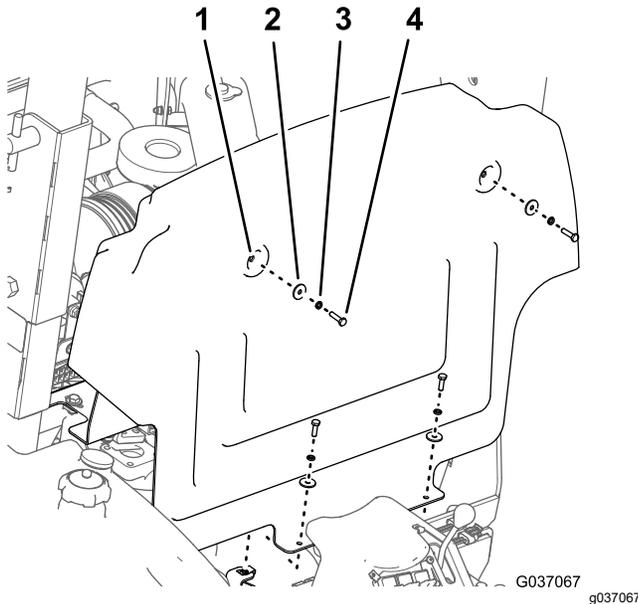

Bild 7
2. Entfernen Sie die vier Schrauben (6 mm x 25 mm), vier Sicherungsscheiben (6 mm) und vier Flachscheiben (6 mm), mit denen die Schottplatte am Chassis der Maschine befestigt ist (Bild 7).
3. Bewegen Sie die Platte nach oben und vorne und nehmen Sie diese von der Maschine ab (Bild 7).